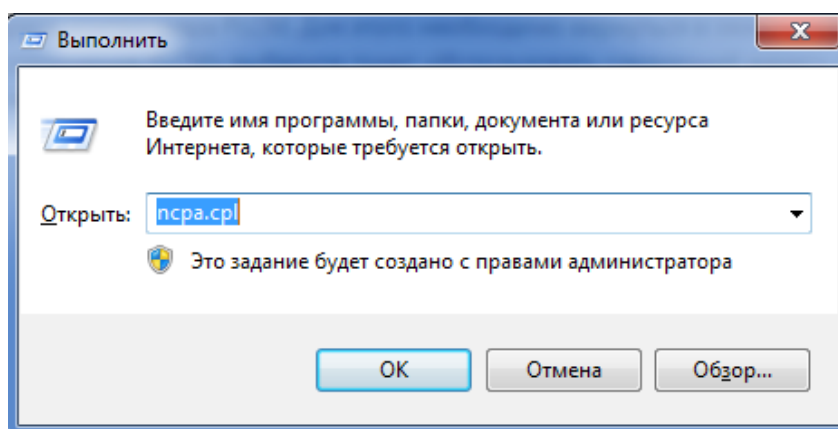

Рис. 12. Окно выполнения команды
- в появившемся окне выбрать пункт «Протокол Интернет версии 4 (TCP/IPv4)» и нажать кнопку «Свойства» (рис. 12):